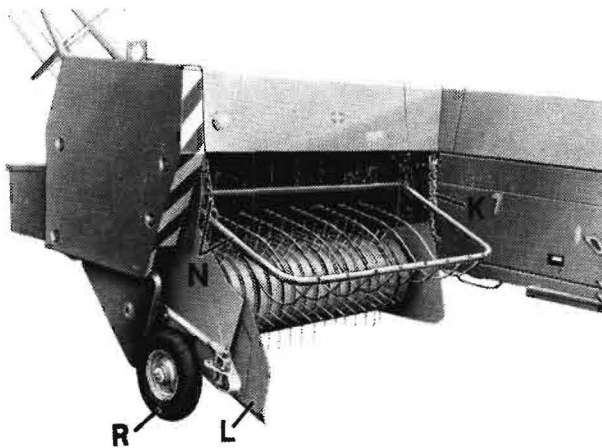

Bild 19
- Entriegeln und Absenken der Aufnehmertrommel durch Lösen der Kette (K) an der Preßkanalseite (Bild 19).
- Einstellung des Stützrades (R) der Aufnehmertrommel nach Bedarf (Bild 19).
- Einstellung des Niederhalters (N) über der Aufnehmertrommel nach Bedarf (Bild 19).
- Einstellung des Leitbleches (L) nach Bedarf (Bild 19).